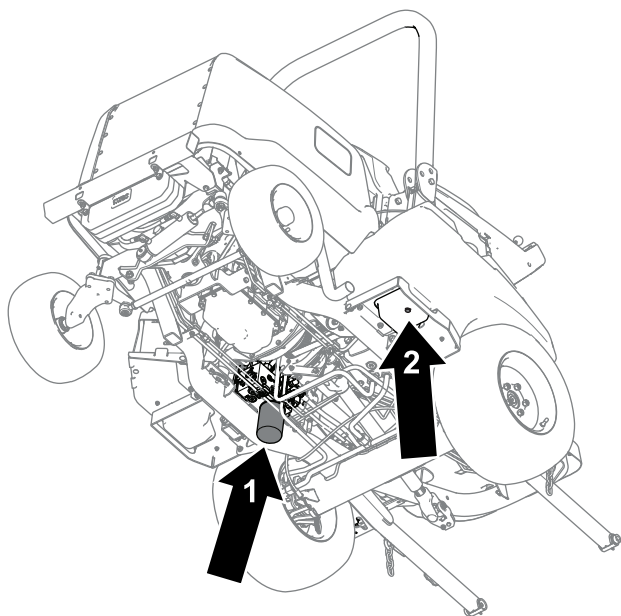

Figura 85
4. Rimuovete il tappo di spurgo (Figura 85) dalla base del serbatoio e lasciate fuoriuscire il fluido idraulico nella bacinella.
6. Collocate una bacinella di spurgo sotto il filtro (Figura 85), togliete il filtro e lasciate defluire l'olio rimanente nella bacinella.